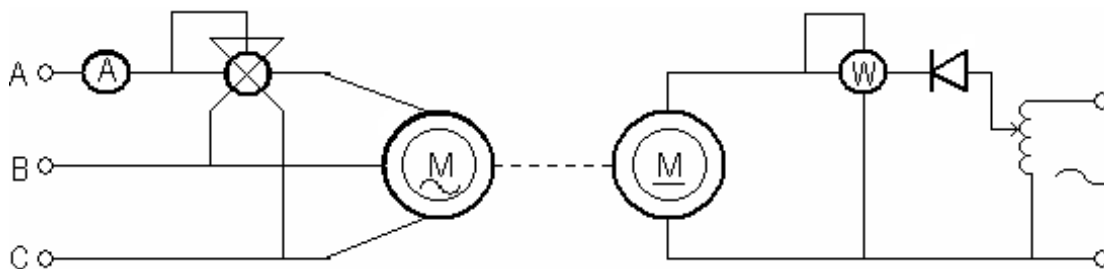

Рис. 2. Схема для дослідження параметрів асинхронного двигуна.
6. Зібрати електричне коло за схемою (рис. 2) і дослідити характеристики двигуна. Вивчити правила користування фазометром для визначення коефіцієнту потужності. Увімкнути трифазний двигун та дослідити його параметри в режимі холостого ходу: виміряти величину лінійного струму I_L , який споживає асинхронний двигун, його коефіцієнт потужності $\cos\phi$ та швидкість обертання ротора n_2 . Вирахувати ковзання S і споживану активну потужність P .